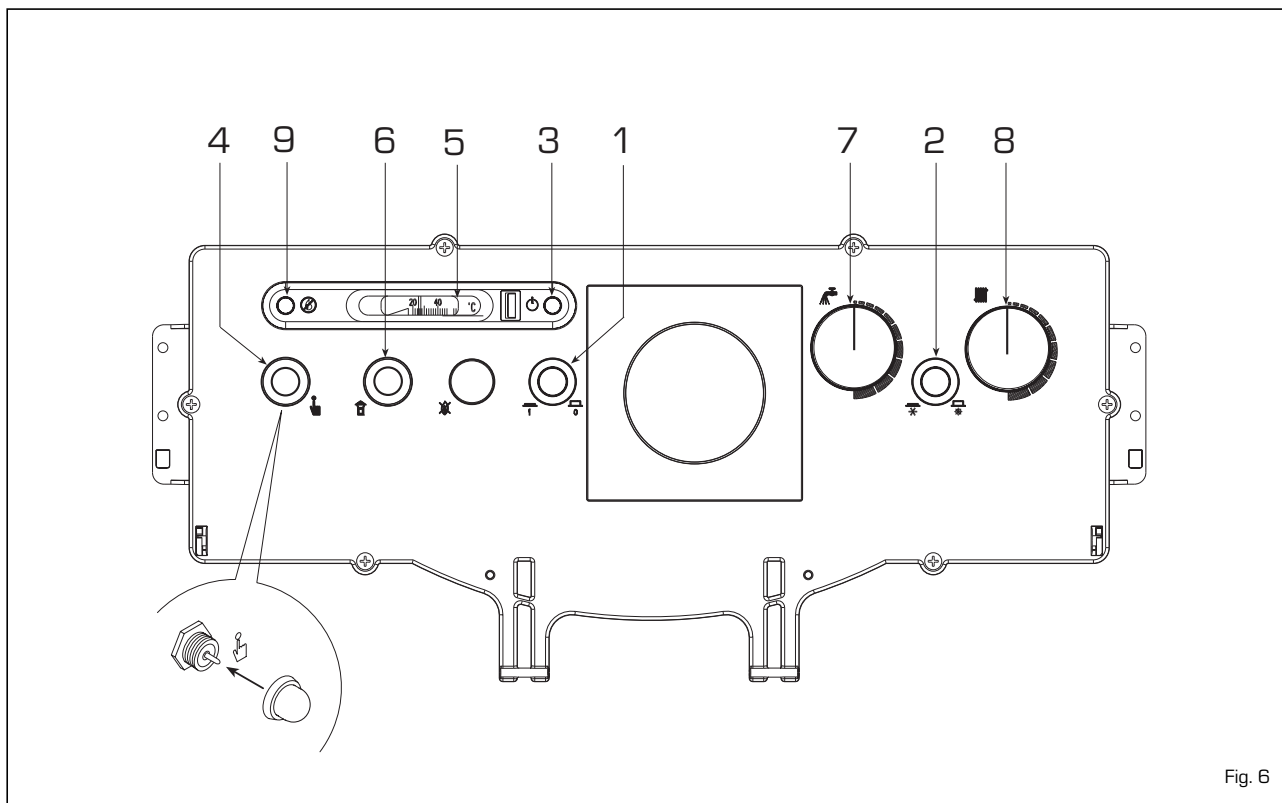

Fig. 6
3.2.1 Encendido caldera (fig. 6)
3.2.2 Termostato de seguridad (fig. 6)
3.2.3 Rellenado de la instalación (fig. 6)
3.2.4 Apagado caldera (fig. 6)